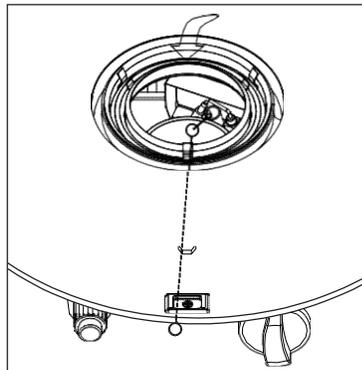

Figura 4
- Mientras presiona la perilla de control, coloque un encendedor de mango largo a través del tubo de vidrio para encender el piloto (Figura 4).